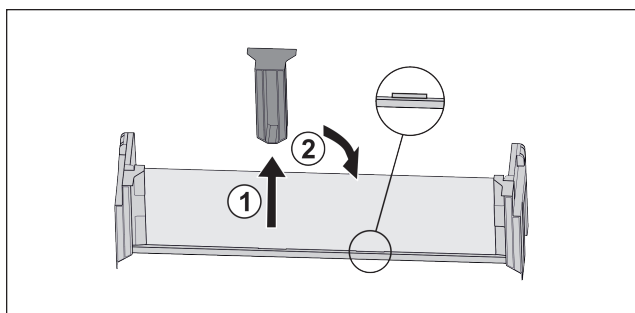

Fig. 110
- Mittleres Halteteil abziehen Fig. 110 (1).
- Mittleres Halteteil auf zweiter Position einsetzen Fig. 110 (2).